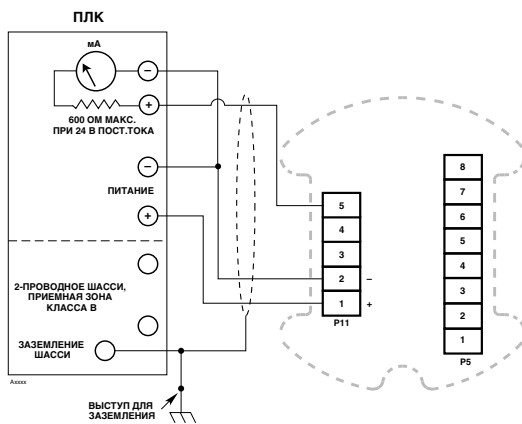

Рисунок 9—Проводка для одного детектора (0-20 мА используется, реле не используются)
В зависимости от используемого варианта проводки установленные заранее перемычки можно использовать или удалить. Указания по применению перемычек см. в Таблице 3, а также см. примеры проводки на рис. 9–11.
- На рис. 9 и 10 представлена проводка для конфигурации из одного детектора.